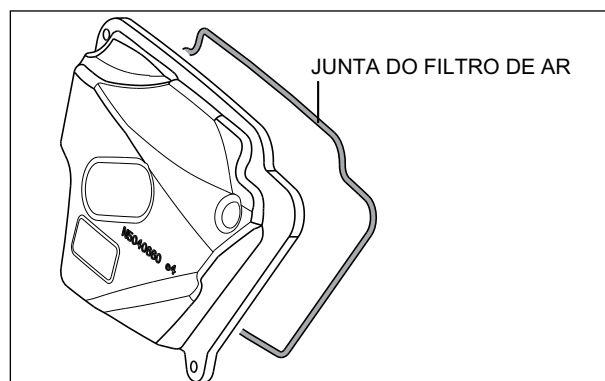

Fig. 2.28
- Verifique se a vedação do filtro de ar está intacta e em boas condições na tampa do filtro de ar. (Fig. 2.28)